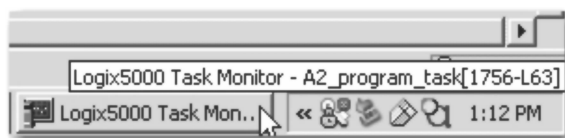

图 12-9 工具栏上的 Logix5000 任务监视器窗口
20. 在界面底部的工具栏上单击 Logix5000 任务监视器将其最大化,如图 12-9 所示。